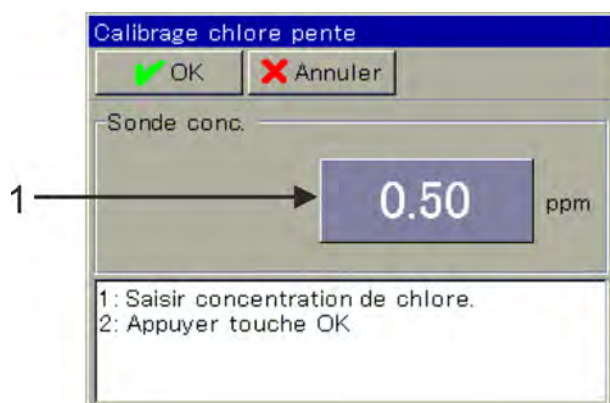

Fig. 86 : Pour la saisie de la concentration de chlore, appuyez sur le bouton (pos. 1)
4. Saisissez la valeur de concentration de la solution de contrôle. Confirmez en appuyant sur « OK ». Voir Fig. 86 .